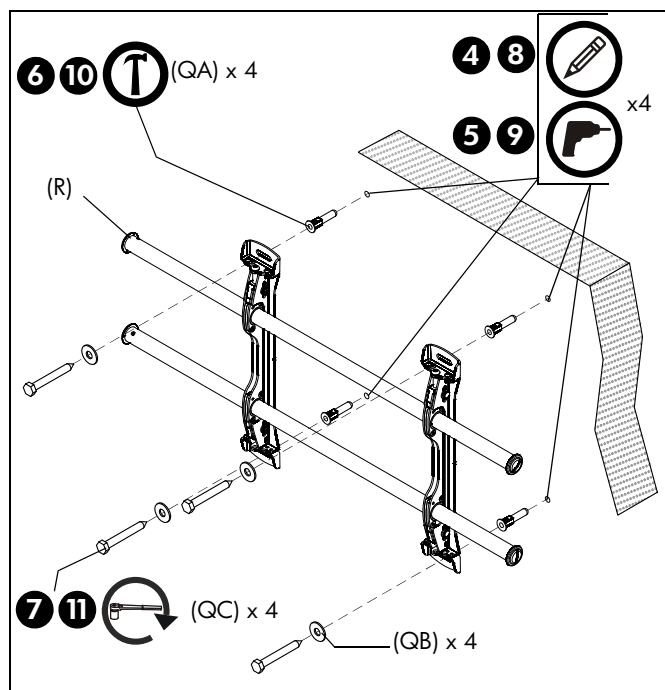

рис. 3
4. При помощи уровня сделайте на стене отметки в местах размещения верхних монтажных отверстий. (См. рис. 3)
6. Забейте молотком дюбели (QA) в каждое направляющее отверстие, дюбель должен быть заподлицо со стеной.
7. С помощью двух болтов 5/16 x 2-1/2" (QC) и двух плоских шайб 5/16" (QB) прикрепите верхнюю часть крепления (R) к дюбелям в стене.
8. Отметьте точки размещения нижних монтажных отверстий. (См. рис. 3)
9. Просверлите в отмеченных местах по одному направляющему отверстию. (См. рис. 3)
10. Забейте молотком дюбели (QA) в каждое направляющее отверстие.
11. С помощью двух болтов 5/16 x 2-1/2" (QC) и двух плоских шайб 5/16" (QB) прикрепите крепление через нижние монтажные отверстия. (См. рис. 3)